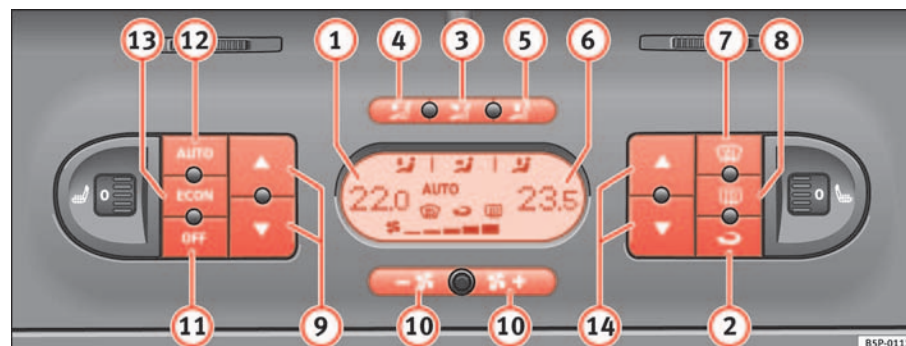

Fig. 128 Sulla plancia portastrumenti: i comandi del Climatronic 2C
- Premere uno dei tasti compresi tra ➔ pag. 161, fig. 128 ③ e ⑤ oppure il tasto **ECON**; altrimenti ruotare la manopola di regolazione della ventola ⑩. Il simbolo **AUTO** scompare dal display.
- Il ricircolo dell'aria si attiva e si disattiva premendo il tasto  → pag. 161, fig. 128 (2). La funzione risulta attiva quando sul display appare il simbolo .